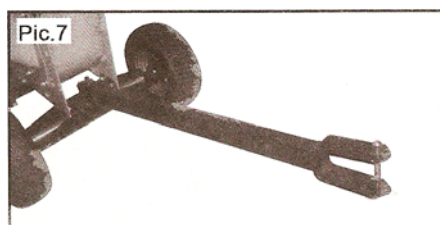

Рис. 7 Крепление буксирной тяги
7. Для установки, которая поставляется с прицепным устройством. Установите один конец буксирной тяги на колесной сборке, состыкуйте отверстия и вставьте направляющий штырь, после чего зафиксируйте его при помощи пальца (см. **Рис. 7**).